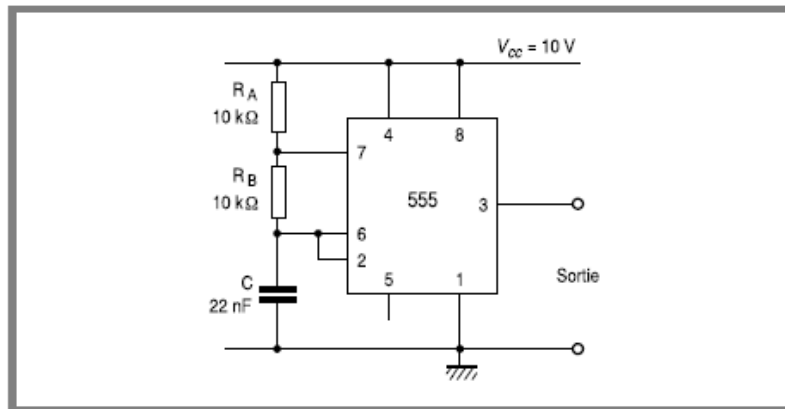

Figure 2.26 - Générateur de signaux carrés à circuit intégré 555 (les numéros correspondent au boîtier DIL 8 broches).
- un condensateur et une ou plusieurs résistances. Un montage très classique est le générateur de signaux carrés (ou circuit astable) réalisé avec un temporisateur intégré 555 (figure 2.26).